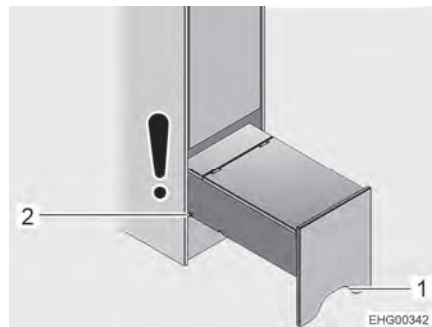

Bild 81 Klättringshjälp (helt utdragen)
- Grip tag i klättringshjälpens utsnitt (Bild 81,1), lyft lätt och dra ut till den andra skåran (Bild 81,2).